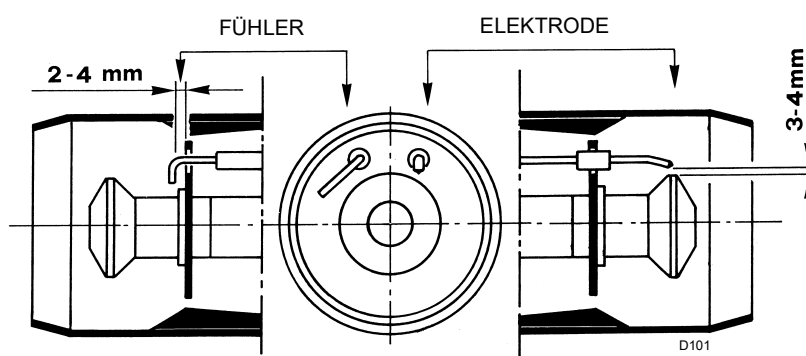

Abb. 13
- Nun kann der Gasverteiler 4) leicht inspiziert werden. Überprüfen Sie daher, ob der Fühler und die Elektrode wie auf der (Abb. 13) richtig positioniert sind. Bei falscher Positionierung den Gasverteiler 4) beim Öffnen des Brenners ausbauen, um den Kopf zu kalibrieren, siehe S. 19.
Prüfen Sie vor dem Befestigen des Brenners am Heizkessel an der Öffnung des Flammrohrs, ob Fühler und Elektrode korrekt gemäß Abb. 13 positioniert sind.
Den Fühler nicht drehen und gemäß Abb. 13 belassen. Seine Positionierung in der Nähe der Zündelektrode könnte den Verstärker des Steuergeräts beschädigen.
Die auf der Abb. 13 angegebenen Maße einhalten.